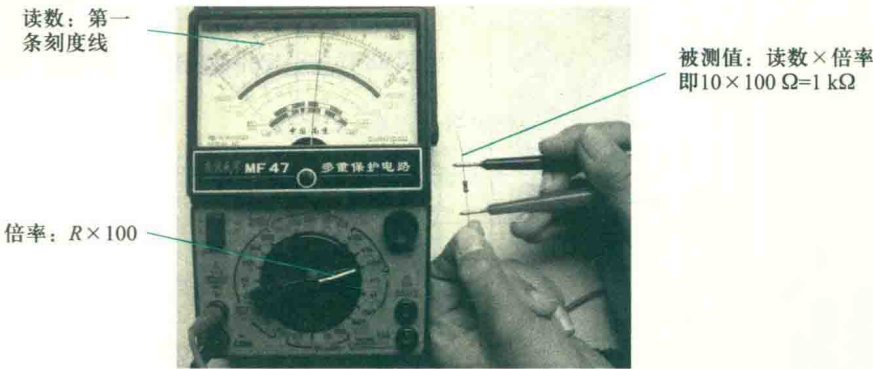

图 1-4 用万用表测电阻器阻值
- ① 选择合适的量程。
- ② 将红黑表笔短接，调节电阻调零旋钮使指针指在 0Ω 位置上。
- ③ 将电阻器接入红黑表笔之间，根据指针位置读出刻度值，再乘以该挡位的倍率，即为该电阻的读数，如图 1-4 所示。